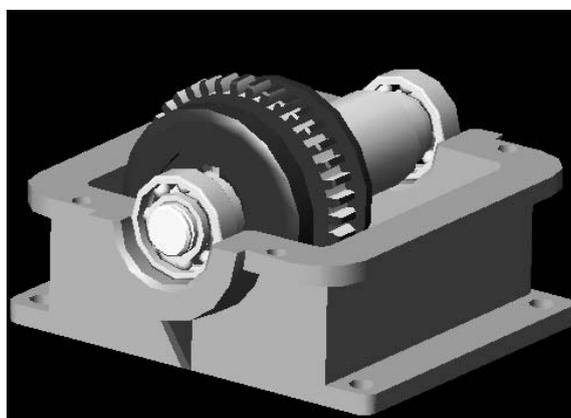

Рисунок 9.6
- установить полученный узел в корпус (рисунок 9.6).